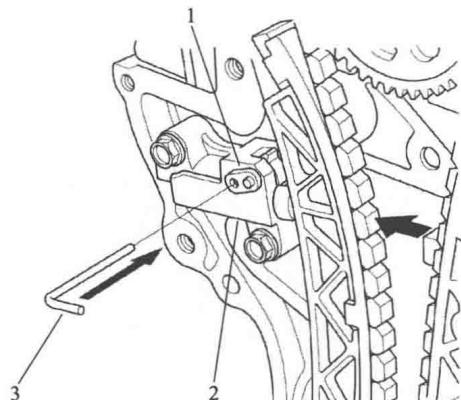

图 1-1-22
(12) 松松地安装曲轴皮带轮。
(13) 逆时针旋转曲轴，以压缩自动张紧器。
(14) 如图 1-1-22 所示, 将锁 1 上的孔与自动紧张器 2 的孔对准, 然后将一个 1.0mm 直径的销 3 插入孔中。顺时针转动曲轴以固定销。